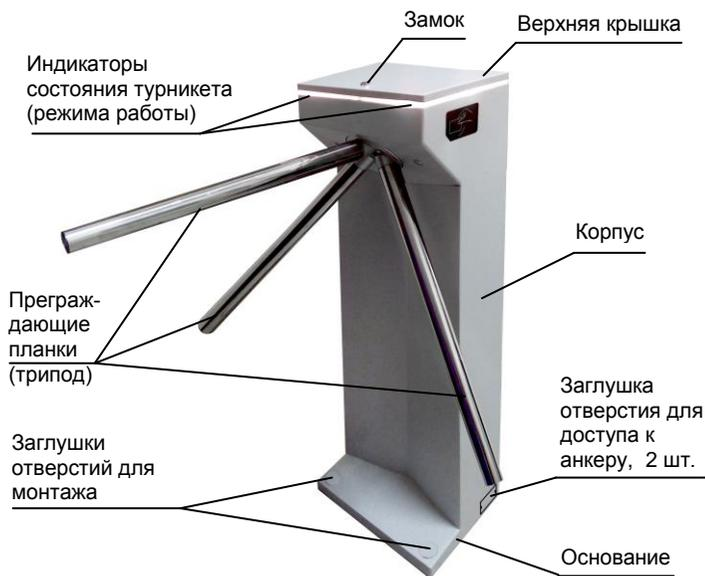

Рис.1 Общий вид турникета
- открутив по два винта снимите боковые заглушки для установки анкеров (рис.1);